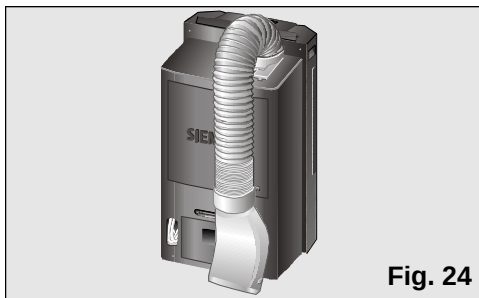

Fig. 24
- ☐ Hiervoor buigt u de buis naar de achterkant van het apparaat en maakt deze vast aan de diffusie haak, Fig. 24 en 25.